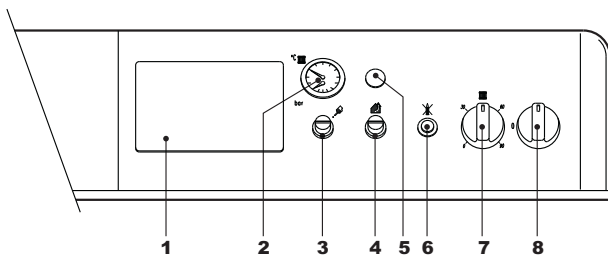

рис. 1 - Панель управления
- Переверните выключатель котла "8" в положение 1 (рис. 1).
- Если котел оборудован электронным термостатическим блоком управления, установленным в положении 1рис. 1 на , пользователь должен также соблюдать инструкции, предоставляемые изготовителем данного блока.
Задать с помощью термостата температуры воздуха в помещении нужную температуру внутри помещения. При поступлении команды от комнатного термостата котел включается, обеспечивая нагревание воды в системе отопления до температуры, заданной регулирующим термостатом 7 на рис. 1. При достижении в помещении желаемой температуры котел выключается.